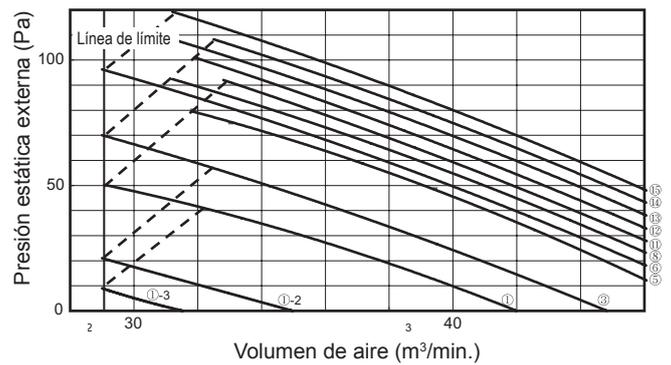

Fig. 7-18
- (2) La prueba de control de funcionamiento se habrá completado en aproximadamente tres minutos, si los ajustes son correctos. Los ajustes se modificarán en un máximo de 30 minutos si están fuera del intervalo de uso. Si esto no finaliza en el transcurso de 31 minutos, comprobar si la velocidad del aire está establecida en "H" o no.
- (3) Consultar la tabla 7-3 y la Fig. 7-18 para los detalles de la relación entre el valor del código de elemento "b0" y la presión estática externa.
- (4) Cuando esté establecido en control de grupo (conectando múltiples unidades interiores con un mando a distancia cableado), establecer cada unidad interior en código de elemento "b0".
Consultar tabla 7-3 y Fig.7-18 y seleccionar un valor entre **"0001"** y **"0015"**.